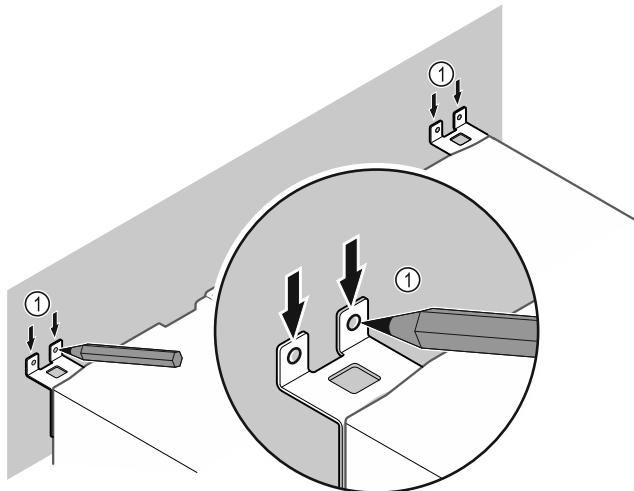

Fig. 13
- Postavite oznake na zid Fig. 13 (1).